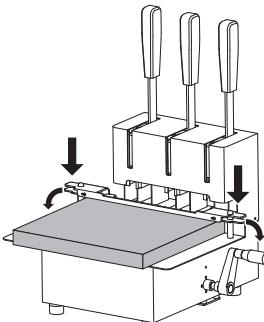
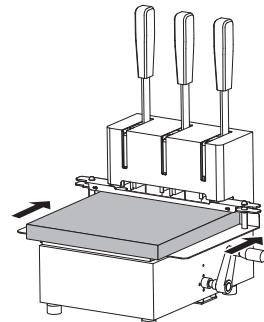
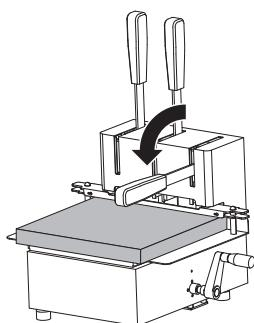

图2
图3
图4
2. 压下压纸器，再按下锁紧块。（图2）
3. 将工作台推入底部。（图3）
4. 依次用力下压手柄，直至钻刀打穿文档并接触到刀垫为止。（图4）
- (1) 手切勿放在钻刀的下方，以免发生意外。
- (2) 把资料放到钻刀能打到的位置，并且保证打孔位置的周围有5mm以上的余量。（图2）
- (3) 打孔时特别注意：用力均匀、速度适中。
- (4) 在连续操作时，正常状态下打孔不费力，当遇到突然打孔变得费力，立即停止操作（这是纸屑出不去造成的堵刀），然后把装订资料拿开，拿4~5张70g/m²的复印纸打孔，一般打5~6下就能将堵在钻刀里的纸屑通出，当感觉不费力时即可继续操作。（或者将通针放在钻刀下（图3），缓慢按下手柄（图4），直至刀内纸屑被排除。）
- (5) 在正常使用一定次数后，钻刀刀口会变钝，需要更换钻刀。
- (6) 长时间不用的机器请先清空刀内纸屑，并在刀口加润滑油。
- (7) 注意要经常调整刀垫位置。
(图2)
(图3)
(图4)